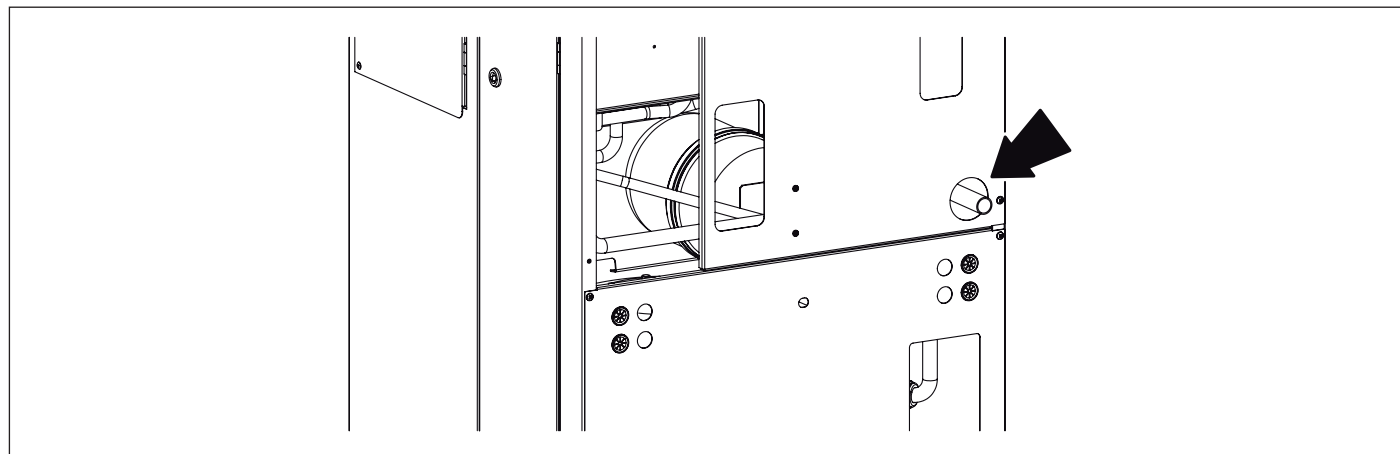

Fig. 16 Scarico condensa
**E' OBBLIGATORIO, per collegare l'attacco gas della caldaia alla tubazione di alimentazione, interporre una guarnizione (A) a battuta di misure e materiali adeguati (vedi Fig. 16 Scarico condensa).**